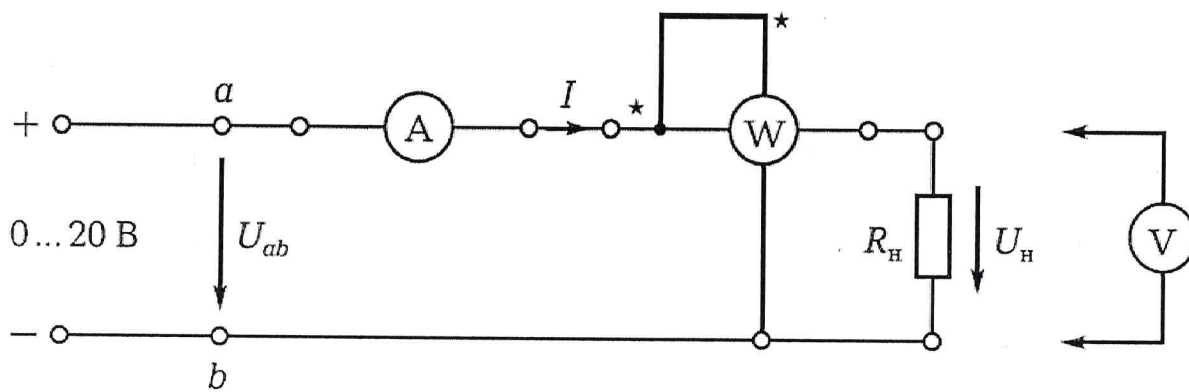

Рис. 1.1. Схема ЭЦ для проверки основных параметров электроизмерительных приборов
3.2. Собрать ЭЦ в соответствии с рис. 1.1. В качестве нагрузки использовать резистор R_1 платы № 1 стендовой панели. Подключить ЭЦ к регулируемому источнику постоянного напряжения $U = 0 \dots 20 \text{ В}$.